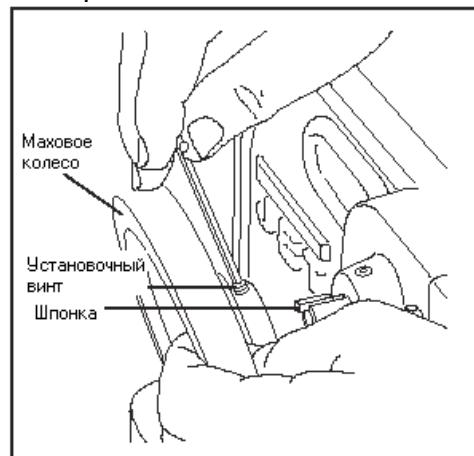

Рис.2. Снятие махового колеса
- А. Снимите рукоятку (3). (Обращайтесь к разделу Снятие рукоятки).
Б. Ослабьте установочные винты (19) в ступице махового колеса (4). Снимите маховое колесо (4) с шестерни (9), затем снимите шпонку (17) с шестерни (9) (см. Рисунок 2).